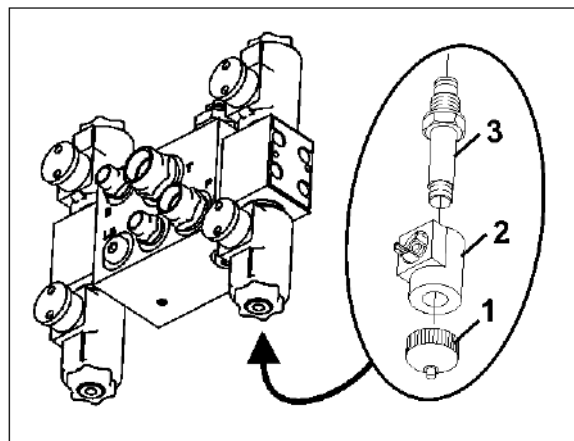

Fig. 146
1. Skru magnetkappen af (Fig. 146/1)
2. Fjern magnetspolen (Fig. 146/2)
3. Skru ventilstangen ud (Fig. 146/3) med ventilsæderne, og rengør med trykluft eller hydraulikolie.